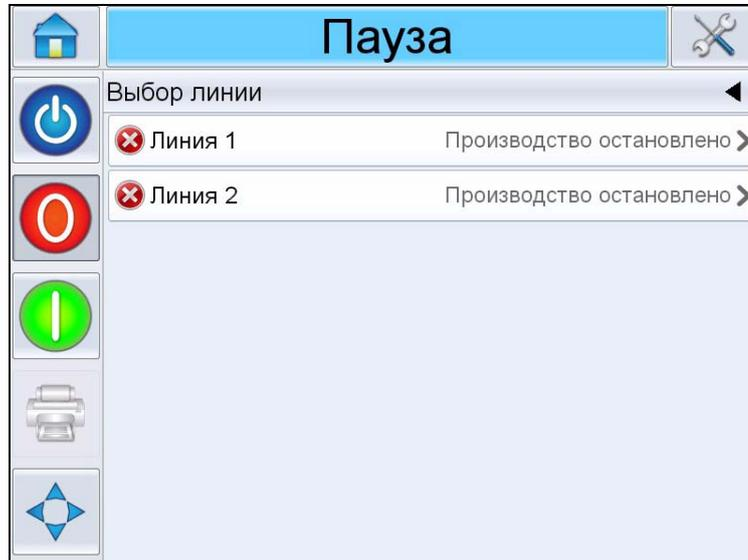

Рис. 6-16: Выбор линии
- a. Выберите *Линия 1* (см. Рис. 6-16).